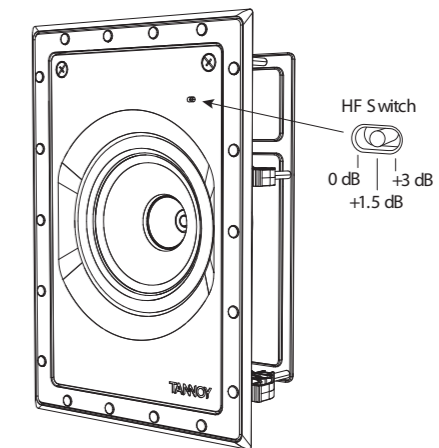

Fig. 14. HF Switch Positions
2. El conmutador HF tiene tres posiciones, siendo 0 dB plano. Ajuste según sea necesario para adaptarse a la posición de la habitación y las condiciones acústicas (Fig. 14). (No disponible en QCI 6DC IW).